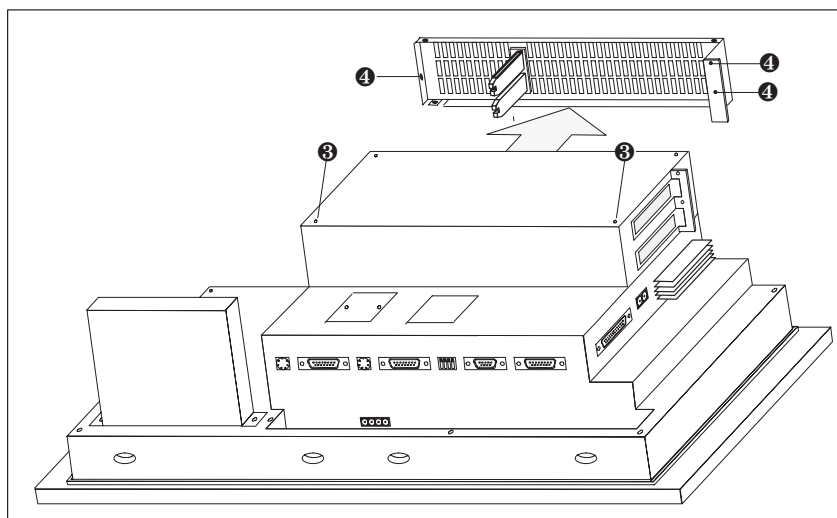

Figure 18-2 Retirer la paroi latérale
- Fixez le boîtier d'extension AT sur le pupitre de contrôle-commande avec seulement deux des quatre vis fournies ③ (figure 18-2).
- Dévissez les trois vis ④ de la figure 18-2 et retirez la paroi latérale.